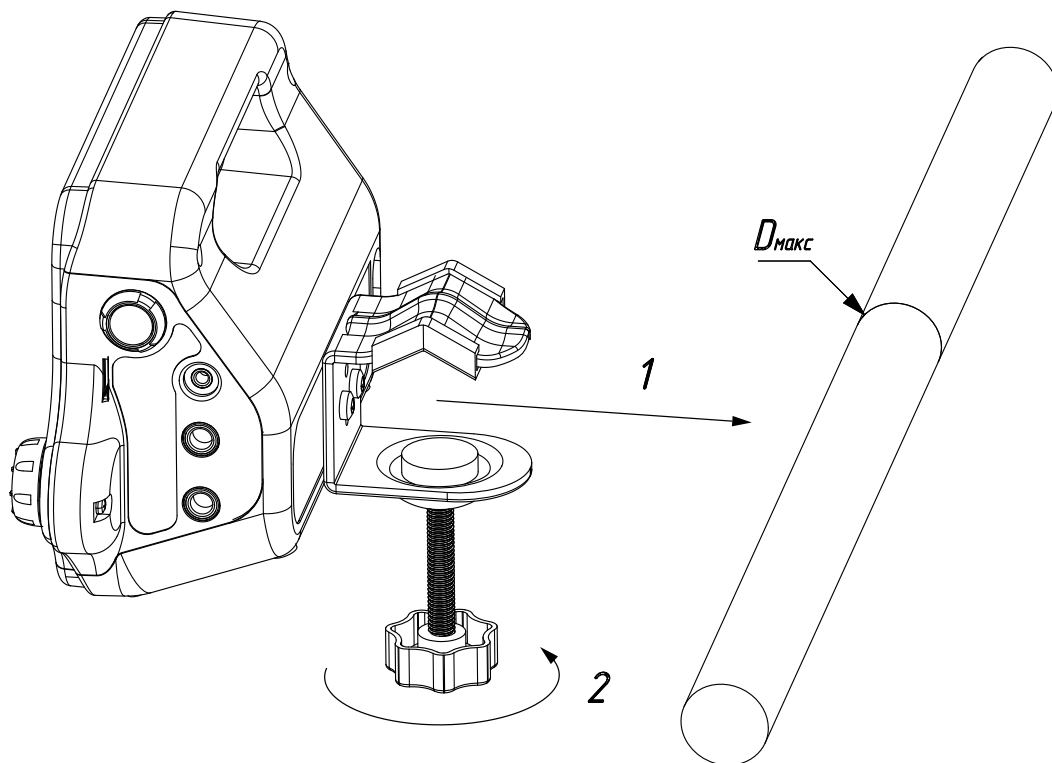

Рисунок 40 - Установка монитора к горизонтальной стойке
После того как закрепили держатель к монитору, необходимо зафиксировать его к стойке. Максимально допустимый диаметр ( $D_{\text{макс}}$ ) (см. рисунок 40), который помещается в держатель, составляет 36 мм. Прижимным винтом (2) надежно закрепите монитор к стойке.